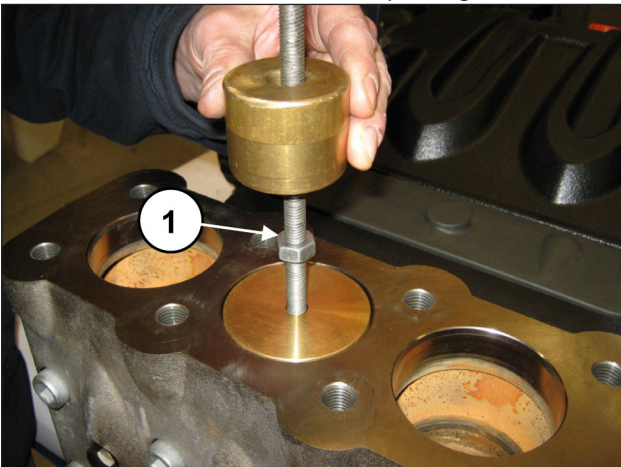

Fig. 96
Extraire le bouchon de soupape en appliquant un chasoir à inertie sur l'orifice M10 du bouchon (rep. ①, Fig. 96).